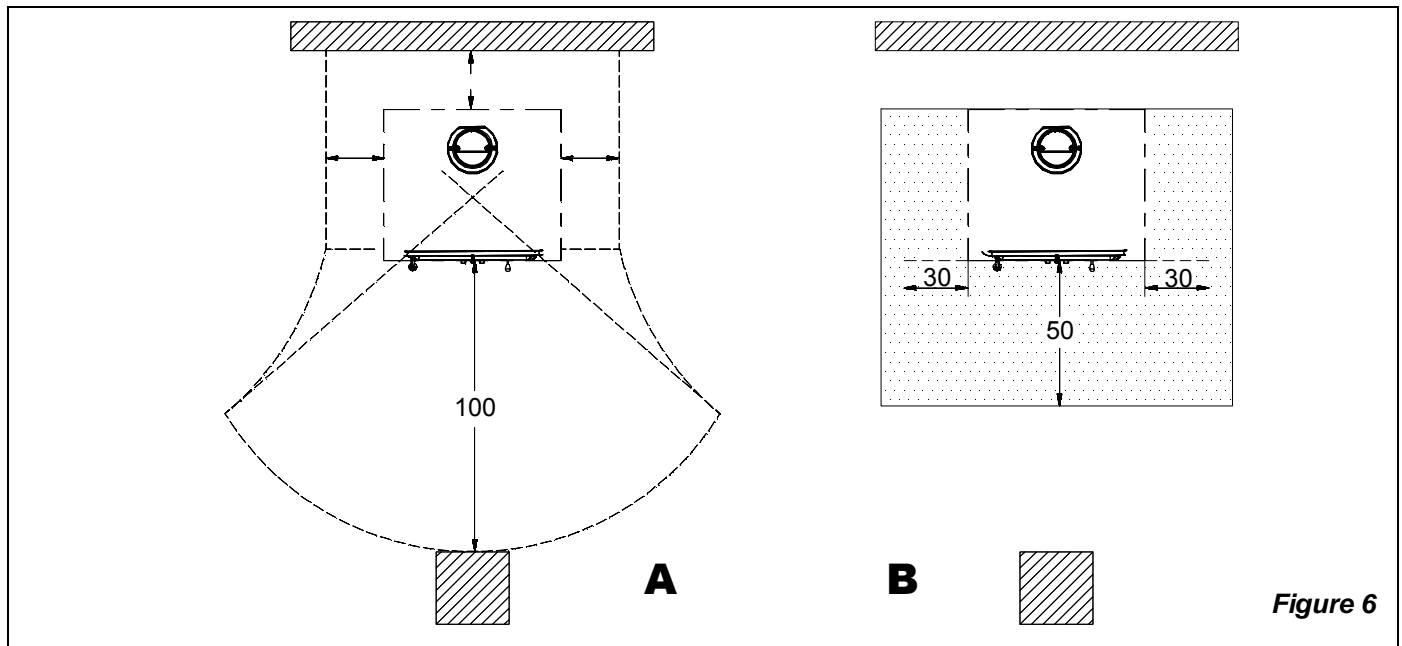

Figure 6
- a) pour assurer une isolation thermique suffisante, respecter la distance minimale de sécurité entre le poêle et les éléments de construction et objets inflammables et sensibles à la chaleur (meubles, revêtements en bois, tissus, etc.) (voir Figure 6 A). **Toutes les distances minimales de sécurité sont indiquées dans l'étiquette du produit et on ne doit PAS descendre au-dessous des valeurs indiquées.**
couche de matériel pas inflammable, par exemple céramique, pierre, vitre ou acier etc.. (dimensions selon les dispositions régionales). Le fondde sol doit dépasser d'au moins **50 cm.** frontalement, et sur les côtés d'au moins **30 cm.** de l'ouverture de la porte de chargement (voir Figure 6 **B**).